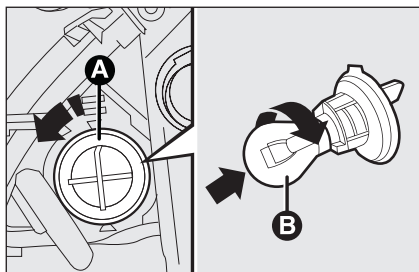

fig. 15
- ruotare in senso antiorario il portalampe **A**-fig. 15 e sfilarlo;